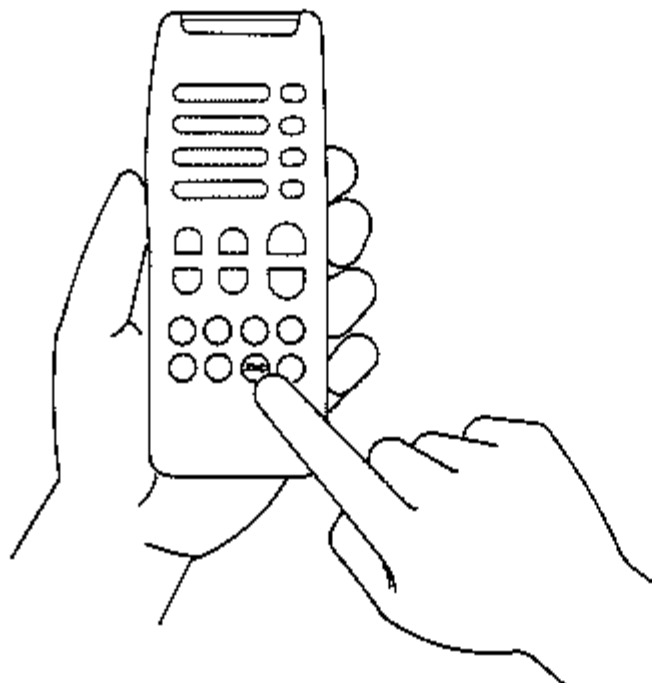

図3
RMC	リモコン機能のON/OFFスイッチ(発光部ユニットの電源のON/OFFではないので注意)。ONの場合にはトランシーバー本体のディスプレイ部に[RMC]が点灯する(図3参照)。 [RMC]がOFFの状態では発光部ユニットのキーはDTMFキーを除き動作を停止 (ただし ▲ ▼ キー、0キーは動作する)。
- (1) トランシーバー本体の電源スイッチにより、電源をONにします(受光部ユニットのコネクターは、トランシーバー本体の電源がOFFの状態に接続してください)。
- (2) 発光部ユニットの[RMC]キーを押して、リモコン機能をONにします。(トランシーバー本体のディスプレイ部に[RMC]が点灯したことを確認する。図3参照)。
- (3) 必要に応じて発光部ユニットのキーを押し、トランシーバーの動作状態を設定します。キーが押されるたびに発光部ユニットの“RMC”が点灯し、リモコン信号が送られたことを示します。
- (4) これらのキーを押してリモコン信号を送るときは、発光部ユニットは受光部ユニットに正しく向けてください。
- (5) トランシーバーを送信状態にするときは、発光部ユニットのPTTスイッチを押し、“MIC”に向って送話します。PTTスイッチを離すと、トランシーバーは受信状態にもどります。
- (6) トランシーバー本体の[RMC]が点灯しているときは、パネル面にあるVOL、SQL、BALツマミは動作しません。